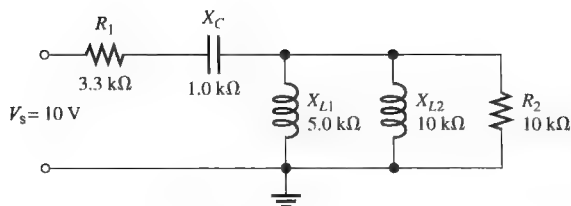

图 13-74
31. 求图 13-74 中流过每个元件的电流及各元件两端的电压。